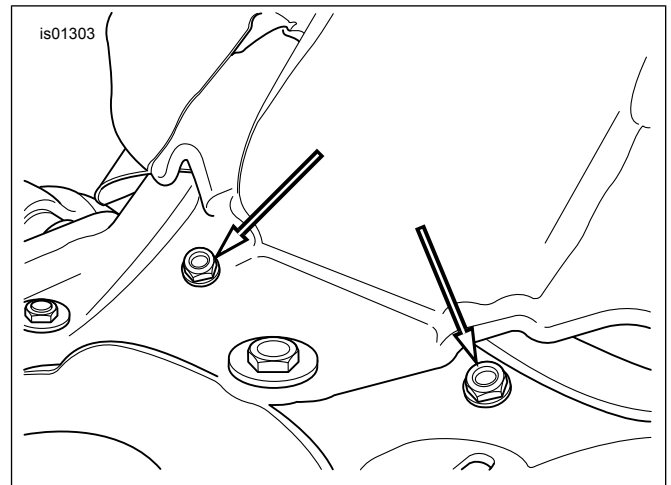

Figura 2. Quite las tuercas de la aleta guardabarros (VRSCA/B/D de 2002-2006)
2. Vea la Figura 2. Quite las tuercas del protector contra salpicaduras (aleta guardabarros).